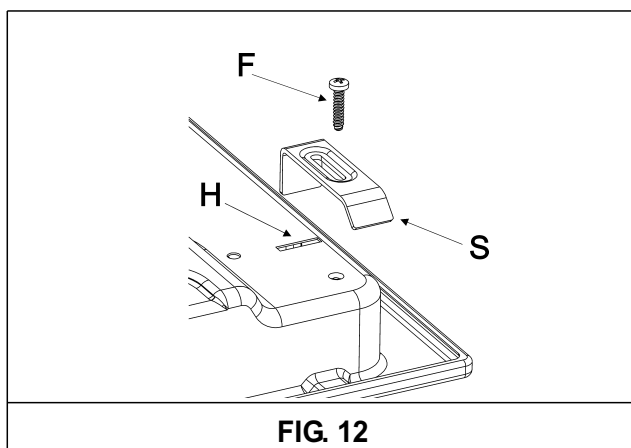

FIG. 12
- Se blocheaza cu elementele de prindere "S", avand grija sa se introduca marginea indoita in orificiul "H", apoi se strange surubul "F" pana cand elementul de prindere "S" se blocheaza pe blat (fig. 12).